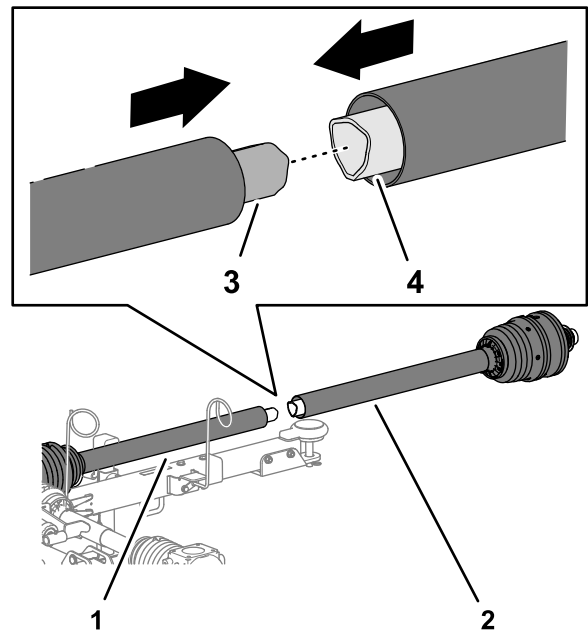

Figure 8
1. Alignez le tube intérieur de la moitié arrière et le tube extérieur de la moitié avant de l'arbre d'entraînement de PDF, et emboîtez les tubes l'un dans l'autre (Figure 8).